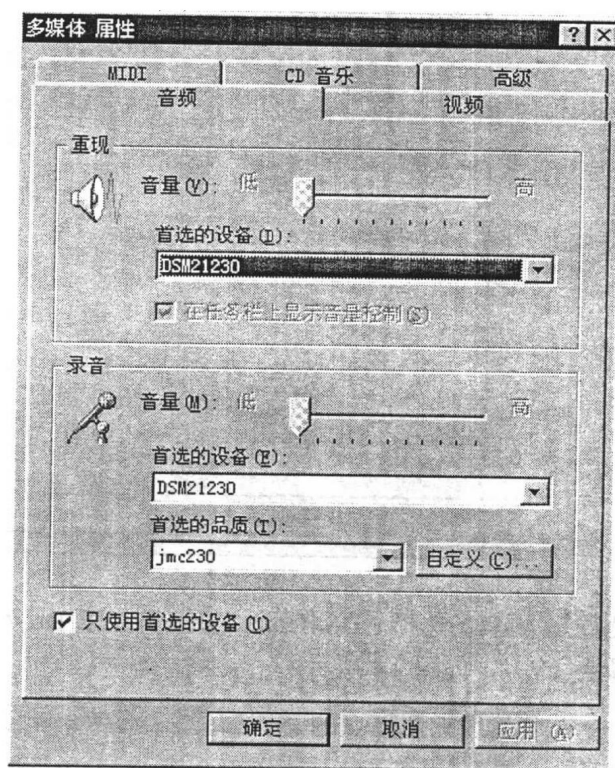

图 2.1
1. 在 Win 95 的控制面板中选择“多媒体”，打开多媒体属性设置对话框，如图 2.1 所示。
格式选择为“MPEG”格式，属性选择为“224000bps/Stereo/44.1kHz 27KB/s”。点击“另存为”按钮，键入名字为“jmc230”，点击确定后回到图 2.1。把刚才的设置选择为首选的品质并在“只使用首选设备”选择框中打勾选择它。